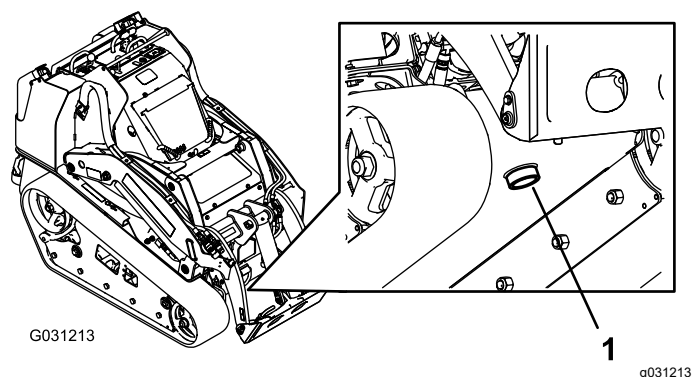

Figure 74
7. Placer un grand bac de vidange (d'au moins 57 litres [15 gallons US] de capacité) sous le bouchon de vidange à l'avant de la machine (Figure 74).
8. Retirez le bouchon de vidange pour permettre à l'huile de s'écouler dans le bac de vidange (Figure 74).